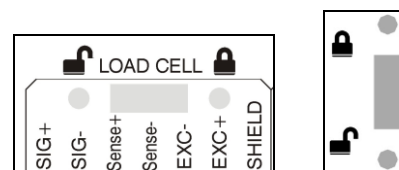

Figura 3.1.1 Detalle switch calibración para SWIFT RAIL y SWIFT PANEL
-Parámetros metrológicos: Éstos afectan al contador del número de calibraciones y en los esquemas se acompañan del símbolo \textcircled{P} . Para poder modificar estos parámetros es necesario introducir correctamente el PIN y que el switch de calibración (ver figura 3.1.1) esté en su posición de desbloqueo en el momento de entrar en el menú de configuración. En caso de acceso remoto, además será necesario tener el precinto software abierto.